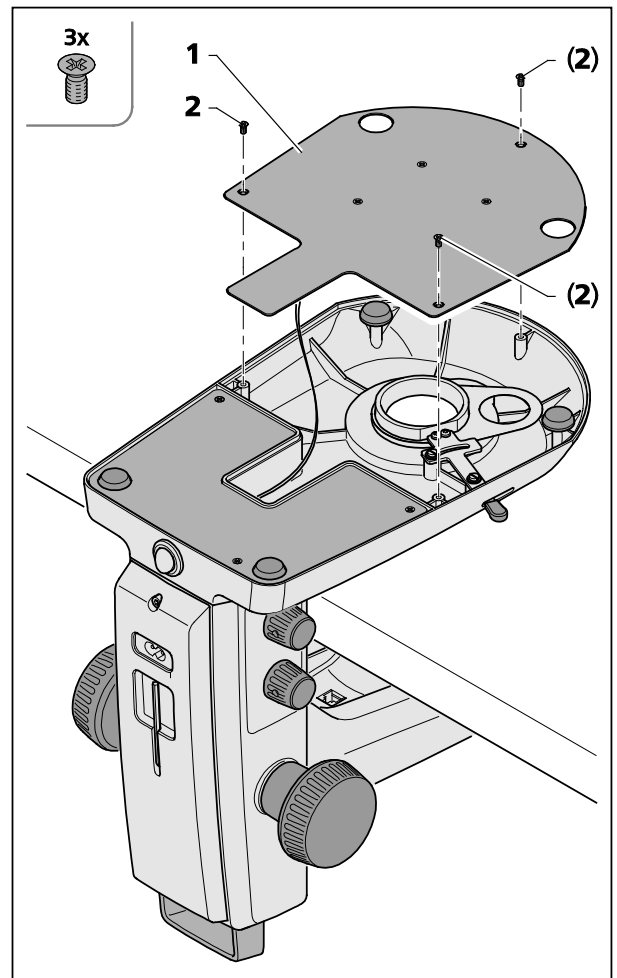

图 28 打开 K EDU 镜臂的盖板
在清洁和移除意外掉落的异物时，可以移除镜臂盖板(图 28/1)。
- 松开三个十字槽螺钉(图 28/2)，小心地取下镜臂盖板(图 28/1) 放到一边。
- 要注意不要让电线和镜臂盖板(图 28/1) 分离。